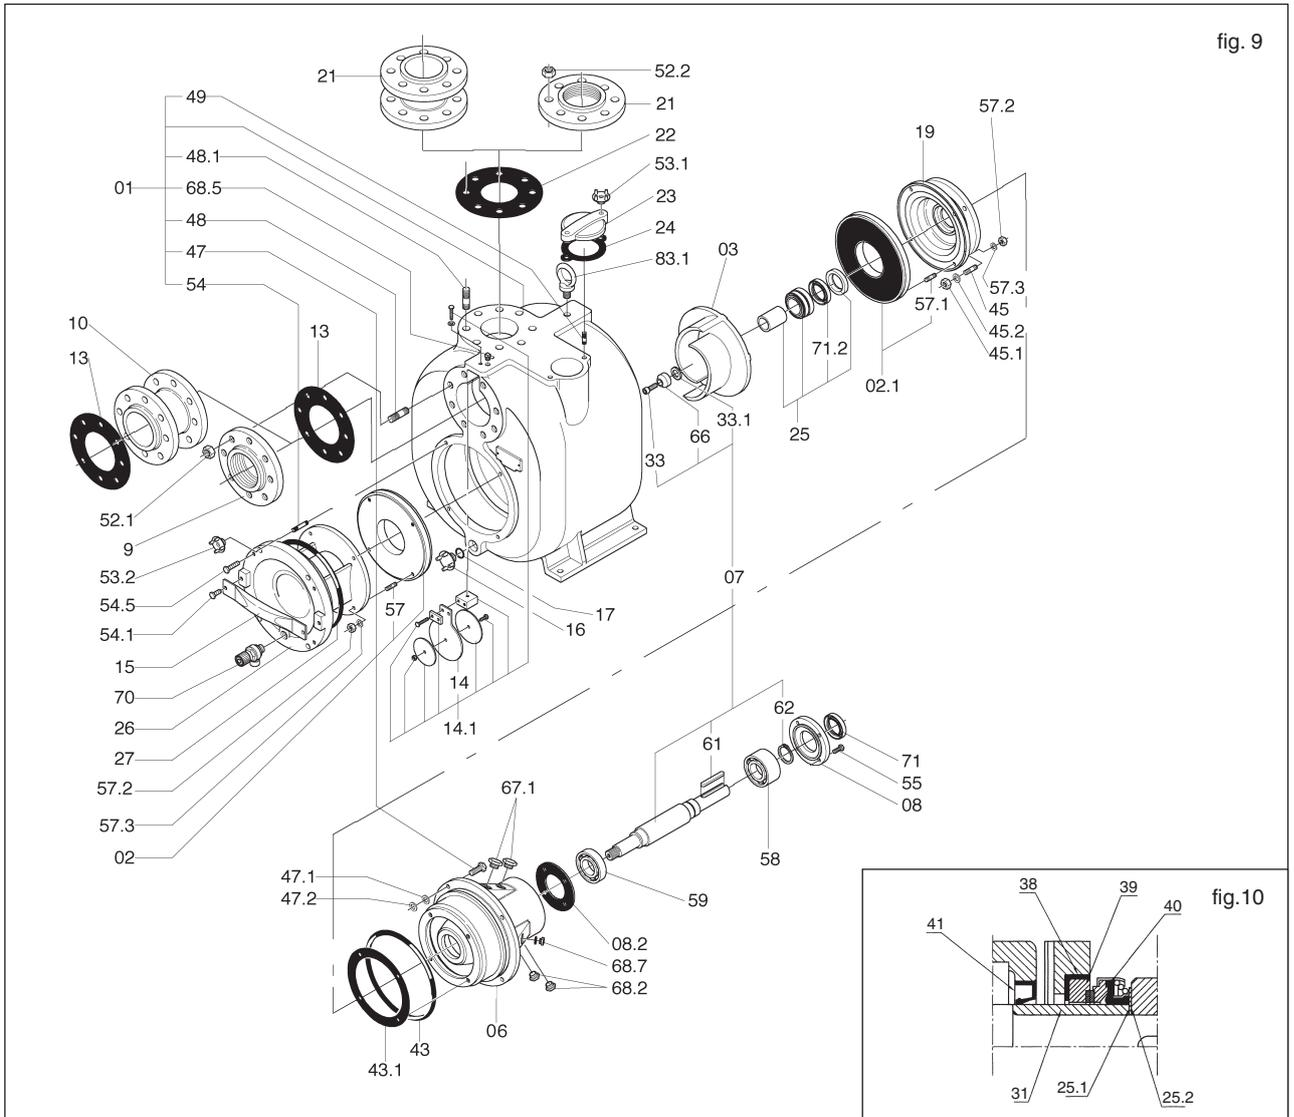

fig. 9
13.2 Remplacement de la turbine (fig. 9)
- Dévisser les vis (47) et enlever le groupe tournant comprenant la turbine (03), le porte-moteur (19), le support (16) et l'arbre (07).
- Bloquer la turbine (03), dévisser la vis (33) et enlever la rondelle (66) pour les séries ST-R2, R3 et R8 ; pour ST-R4 et R6, enlever le ressort à godet (33.1).
13.3 Remplacement de la plaque d'usure arrière (fig. 9)
- Enlever la turbine (03) comme indiqué au paragraphe 13.2.
- Dévisser les écrous (57.1) du porte-moteur (19).
13.4 Remplacement de la plaque d'usure avant (fig. 9)
- Dévisser les poignées (53.2) et enlever le hublot (26).
- Enlever et remplacer la plaque d'usure (02).
13.5 Remplacement de la soupape (fig. 9)
13.6 Remplacement de la garniture (fig. 9 et 10)
- Fixer le porte-moteur (19) au support (06) avec les écrous (57.2).
- Huiler la garniture (40), l'entretoise (31) et enfiler la partie tournante de la garniture sur un côté de l'entretoise.
- Enfiler le tout sur l'arbre en forçant un peu à cause de la légère résistance opposée par le pare-huile (41). **Veiller à ce que la garniture ne s'enlève pas de l'entretoise.**
- Enfiler la bague de soutien de la garniture (25.1). Pousser cette dernière en avant jusqu'à ce qu'il soit possible de remonter la languette (60)
- Remonter la turbine (03), la rondelle (66) et visser la vis (33) pour ST-R2, R3 et R8 ; Pour ST-R4 et R6, remonter le ressort à godet 33.1 (Fig. 9).
13.8 Entretien des roulements (fig. 9)
Contrôler l'état de la turbine par le hublot d'inspection (26) (fig. 9) ou démonter le corps de la pompe comme indiqué au paragraphe 13.2.